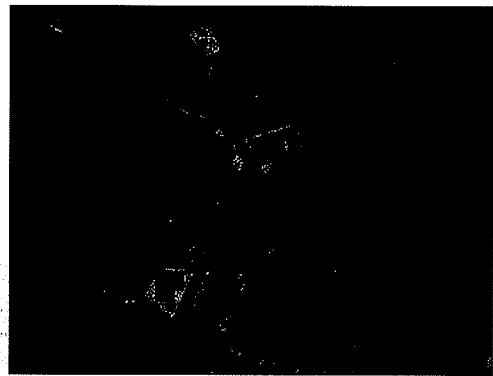

Figura 38
3. Drene el depósito de solución (consulte la figura 38).